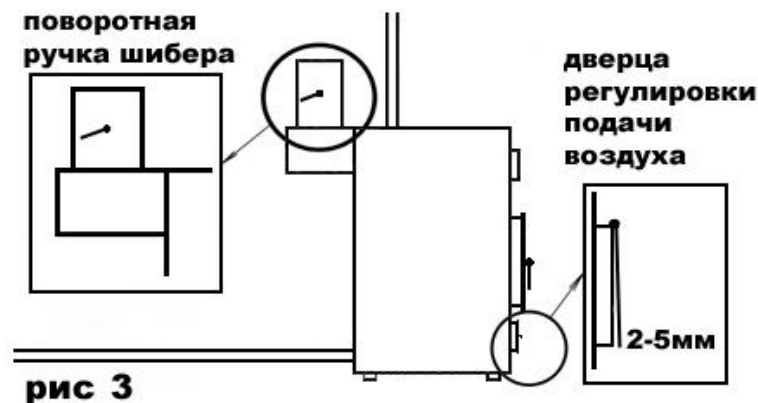

Рис. 3
(рис. 3), закройте на половину заслонку в дымоотводящем патрубке (если шибер шторный – то выдвинуть его до риски на шторке). Таким образом, будет обеспечена правильная работа котла и соответственно максимально эффективный, экономичный, комфортный режим работы, не требующий дополнительной регулировки, до тех пор, пока в топке не останется топлива менее десятой части от полной загрузки,
12. - если вы доложите больше топлива, чем находится в топке, более чем в три раза, то необходимо приоткрыть дверцу регулировки подачи воздуха под 30-45° относительно вертикали (рис 1), буквально на 5-10 минут, пока не займется дымом, не начнет тлеть вновь заложенное топливо (чем влажнее топливо - тем дольше), после чего необходимо вернуть дверцу регулировки подачи воздуха в положение 3-5мм зазора (рис. 3),